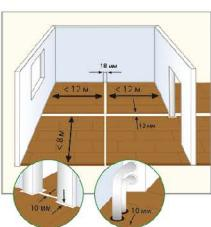

Рисунок 16
- При укладке ламината большими пластами необходимо помнить, что если площадь укладываемого ламината превышает по длине или ширине 12 м и составляет более 120-150 м2, необходимо предусмотреть компенсационные швы минимум 12 мм шириной. В противном случае в полотне ламината начнут образовываться щели, и напольное покрытие придет в негодность, что не будет являться гарантийным случаем (см. рис. 16).